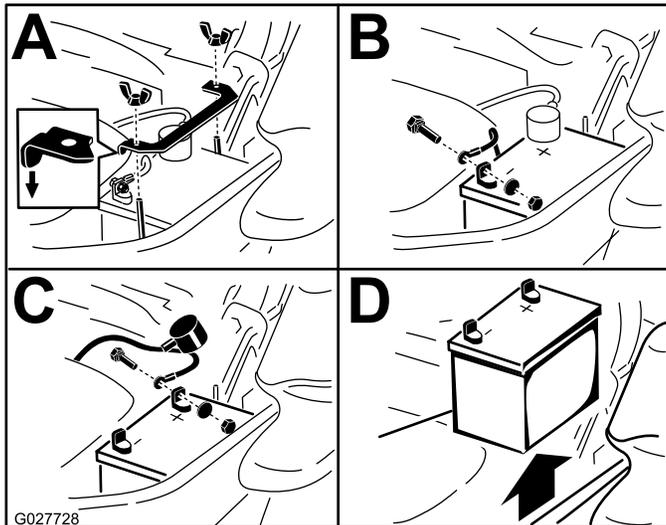

Figura 55
3. Primero desconecte el cable negativo (negro) del borne negativo (-) (negro) de la batería (Figura 55).
4. Retire la cubierta de goma roja del borne positivo (rojo) de la batería y retire el cable positivo (+) (rojo) (Figura 55).
5. Retire la tuerca de orejeta que sujeta la abrazadera de la batería (Figura 55).
6. Retire la abrazadera (Figura 55).
1. Coloque la batería en la bandeja, con los bornes frente al depósito de aceite hidráulico (Figura 55).
4. Fije los cables con 2 pernos, 2 arandelas, y 2 contratueras (Figura 55).
6. Instale la abrazadera y sujétela con la tuerca de orejeta (Figura 55).